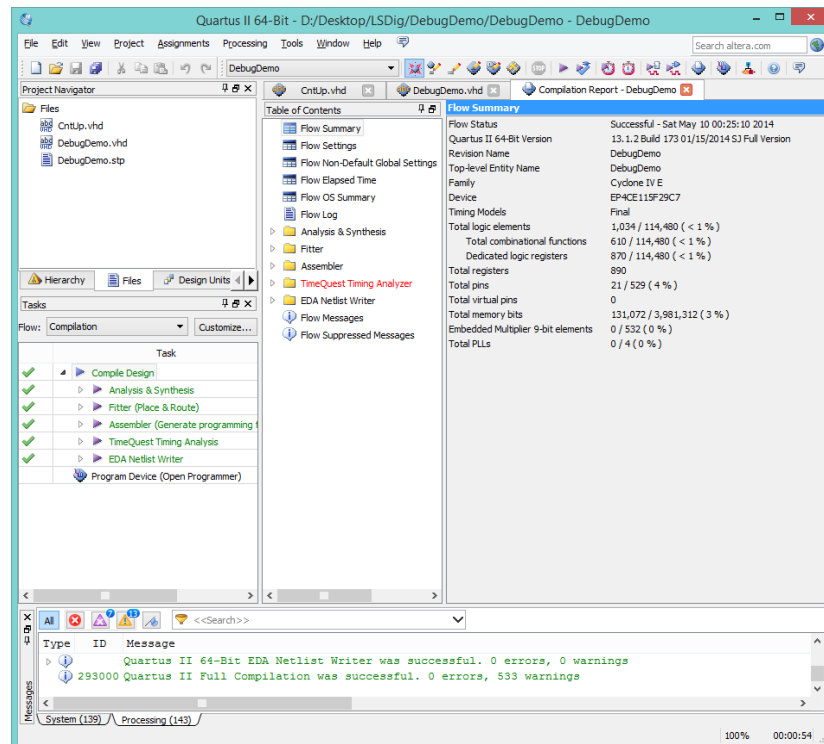
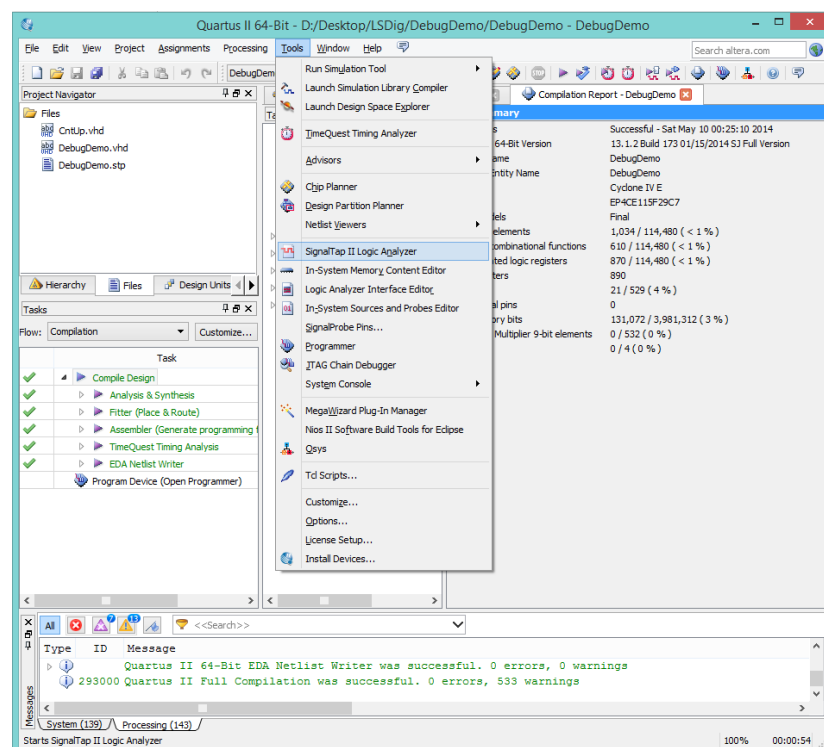

Figura 9 – Aplicação “Altera Quartus II” após compilação do projeto.
Figura 10 – Execução da aplicação “SignalTap II Analyser”.
7. Uma vez que as componentes de hardware do analisador lógico usam recursos lógicos programáveis da FPGA, antes de efetuar a captura e visualização dos sinais, é necessário voltar a compilar o projeto no “Altera Quartus II”. O projeto consiste nos ficheiros *DebugDemo.vhd*, *CntUp.vhd* e *DebugDemo.stp*. O ficheiro *top level* deve continuar a ser o *DebugDemo.vhd* (figura 9). Após compilação, execute a aplicação “SignalTap II Analyser” tal como ilustrado na figura 10.